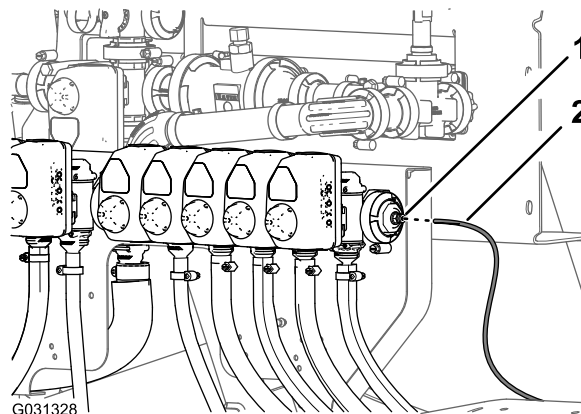

Figure 145
1. Alignez le bout du tube de détection de pression (plastique) associé au manomètre monté sur la planche de bord et la bague de blocage du raccord de tube (Figure 145).
2. Insérez le tube de détection dans la bague de blocage jusqu'à ce que le tube soit complètement engagé (Figure 145).